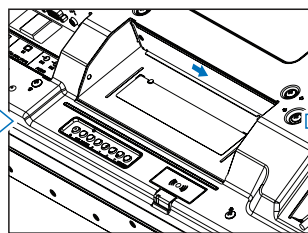
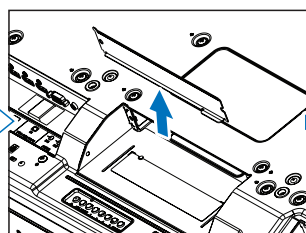

Figura 2
Figura 3
3. Rimuovere il coperchio dello slot svitando le viti installate (**Figura 1**), facendolo scorrere verso destra (**Figura 2**) e sollevandolo (**Figura 3**).